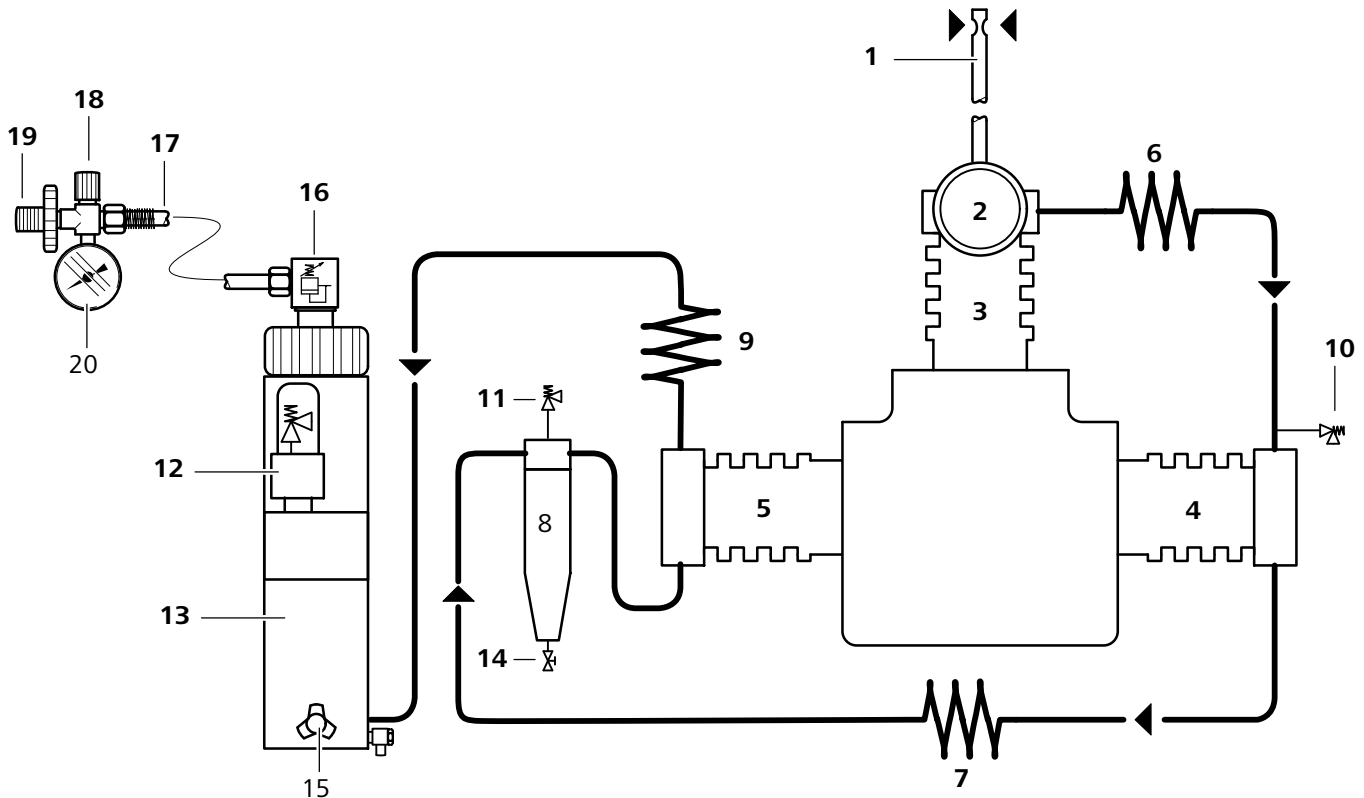

Fig. 4 Schéma pneumatique
Voir la Fig. 4. L'air est aspiré à travers le télescope (nécessaire pour les groupes avec moteur à essence) (1) et le filtre d'aspiration (2); il est comprimé jusqu'à la pression finale dans les cylindres (3), (4), (5) et refroidi par les refroidisseurs intermédiaires (6), (7) et final (9). Les étages compresseurs sont protégés par les soupapes de sûreté (10), (11), (12). L'air comprimé est d'abord filtré par le séparateur intermédiaire (8) puis est purifié dans le système de filtration P11 (13). Le